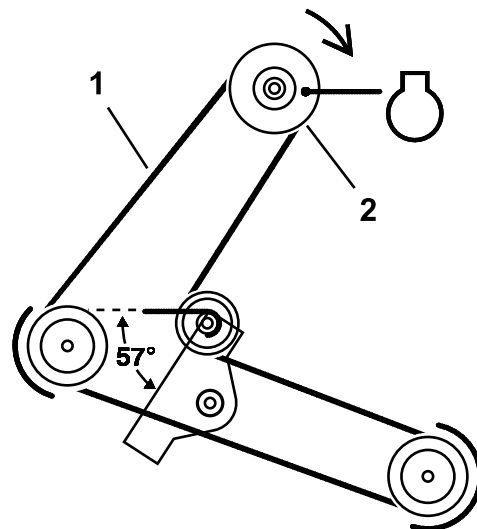

Bild 35
5. Nehmen Sie den Mähwerkriemen von der elektromagnetischen Kupplungsriemenscheibe ab (Bild 35).
5. Montieren Sie den Mähwerkriemen auf der elektromagnetischen Kupplungsriemenscheibe (Bild 35).